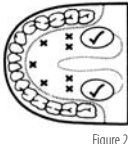

Figure 2
- Utilisation orale :** Placez le thermomètre sous la langue comme l'indique la position  de la figure 2. Fermez la bouche et respirez régulièrement par le nez pour éviter que la mesure ne soit influencée par l'air inhalé/exhalé.